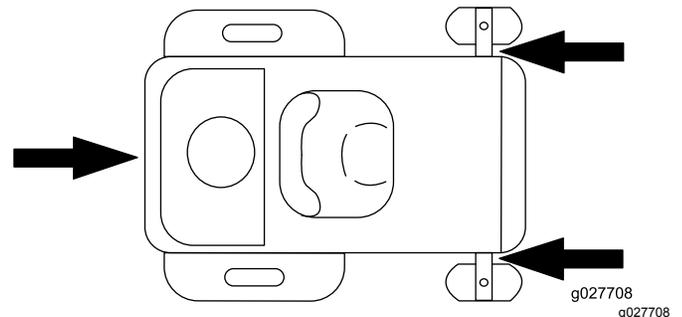

Bild 33
6. Vergurten Sie die Maschine in der Nähe der vorderen Laufräder und der hinteren Stoßstange mit Riemen, Ketten, Kabeln oder Seilen (Bild 33). Halten Sie die örtlichen Vorschriften für die Vergurtung ein.